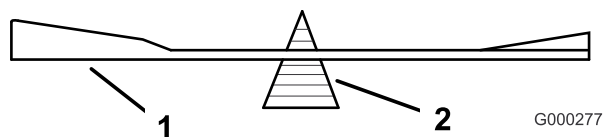

Figure 53
- Vérifiez l'équilibre de la lame en la plaçant sur un équilibreur (Figure 53).
Remarque: Si la lame reste horizontale, elle est équilibrée et peut être utilisée. Si la lame est déséquilibrée, limez un peu l'extrémité de la partie relevée seulement (Figure 53). Répétez cette procédure jusqu'à ce que la lame soit équilibrée.